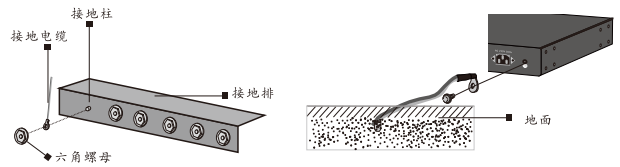
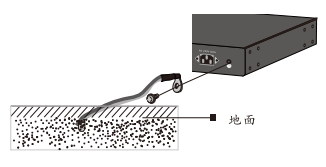

图1-5
图1-6
- 连接保护地接线到接地排，安装环境中无接地排，附近可以埋设接地体。当设备所处安装环境中没有接地排，且条件不允许埋设接地体时，若设备采用交流电供电，可以通过交流电源的PE线进行接地。如图1-5、图1-6